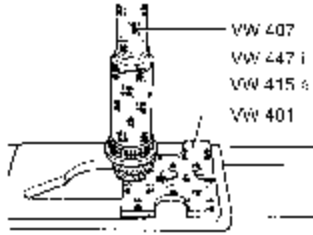

图 9-80 压入 3、4 挡同步器体
- (11) 压入第 3 和第 4 挡同步器体时应使用专用工具并按图 9-80 所示操作。